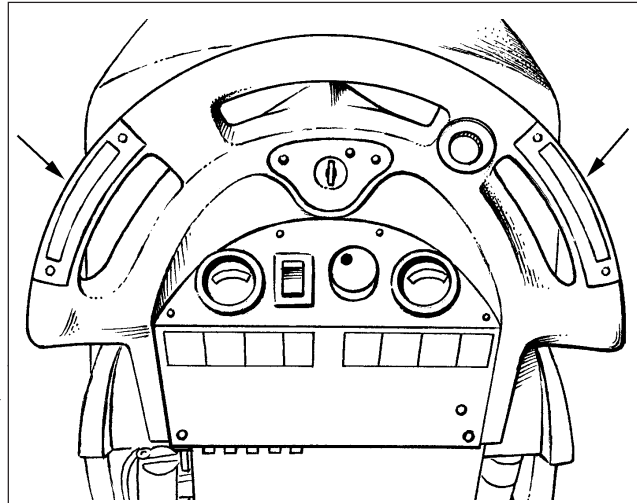

Abb. 1
1. Vergewissern Sie sich, daß die Laderampe mindestens acht(8) Fuß lang und 32 Zoll breit und stabil genug für das Gewicht der Maschine ist.
6. Richten Sie die Maschine auf einer ebenen Oberfläche fünf (5) Fuß vor der Rampe aus.
8. Bei der Maschine L2426 drücken Sie einen der Vorwärts-/Rückwärts-Schalter, während Sie den weißen Rückwärtsschalter eindrücken. Fahren Sie die Maschine rückwärts auf die Rampe. Siehe Abb.1.